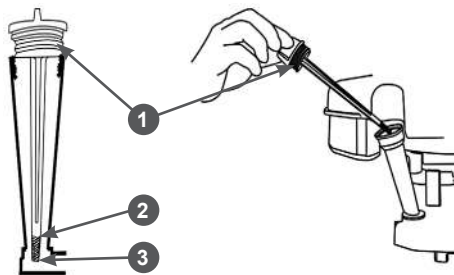

Рис. 18. Замена моторного масла
5. Осторожно открутите крышку-щуп 1 (Рис. 18) маслосаливной горловины, протрите его насухо и отложите в сторону.
9. Установите крышку-щуп в отверстие маслосливной горловины, не закручивая ее. Аккуратно вытаскивайте щуп и осмотрите его. Уровень масла должен соответствовать верхней отметке 2 на щупе (Рис. 18).